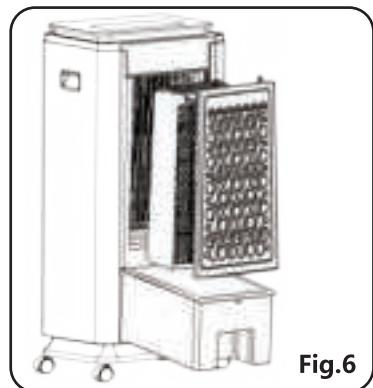

Fig.6
7. Nettoyez régulièrement la grille arrière et le filtre en dévissant la grille et en les retirant. Ceux-ci doivent être nettoyés dans une solution savonneuse douce, puis mis à sécher avant d'être replacés. (Fig.6)